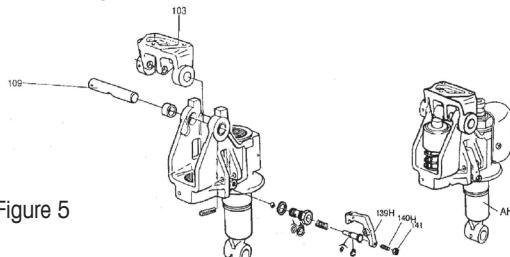

Figure 5
1. Desserrez et retirez les 3 vis et les 3 rondelles de ressorts de la base (voir figure ① ci-dessous)
2. Placez la poignée sur la base. Faites attention lors du passage du câble de remorquage dans le centre de la base et le trou prévu dans l'axe (voir figure 5, 109).
3. Insérez les 3 vis et les rondelles de ressort dans la base et serrez à fond (voir figure ② ci-dessous)
4. Soulevez le maillon coudé et insérez la goupille du câble de remorquage dans la gorge du maillon coudé (voir figure ③ ci-dessous et figure 5, 139H)
5. Ouvrez le boîtier du terminal, insérez la batterie et connectez les fils du terminal sur la batterie. Assurez-vous de relier le fil rouge à la borne positive et le fil noir à la borne négative (voir ci-dessous la figure ④)
1. Ajustez la vis de réglage (voir figure 5, 140H) sur le maillon coudé jusqu'au fonctionnement de la position ABAISSEZ.
6. Fixez la vis de réglage en serrant l'écrou de la vis de réglage (voir figure 5, 140H et 141).